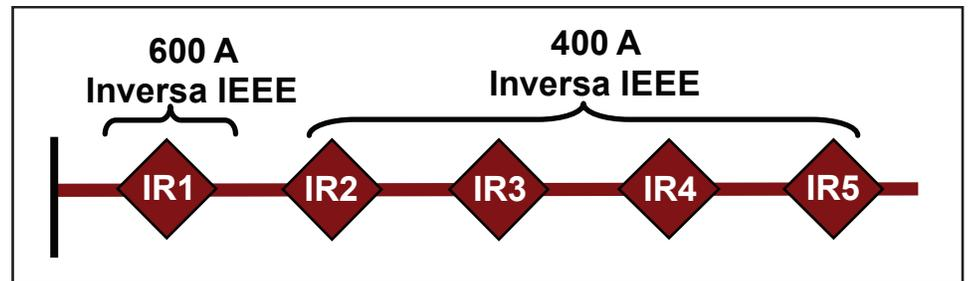

Figura 22. Falla temporal de la CEC; IR2 e IR3 regresan a la curva CEC rápida.
- IR2 e IR3 cambian de regreso a las curvas TCC originales. Vea la Figura 22 en la página 43.